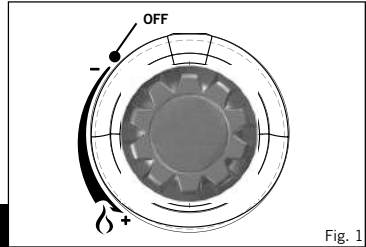

Fig. 1
- Voordat de gastoevoer aangesloten wordt, eerst controleren of de gaskraan van het toestel in de uit stand staat door de bedieningsknop helemaal rechtsom te draaien (zie fig. 1).
- Om de gasfles aan te sluiten, eerst controleren of de gaskraan van het toestel in de uit stand staat door de bedieningsknop rechtsom te draaien tot aan zijn aanslag (zie fig. 1).